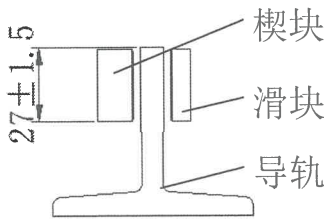

图 3
2.2.2. 楔块与导轨的距离为 27±1.5mm(图 3)。